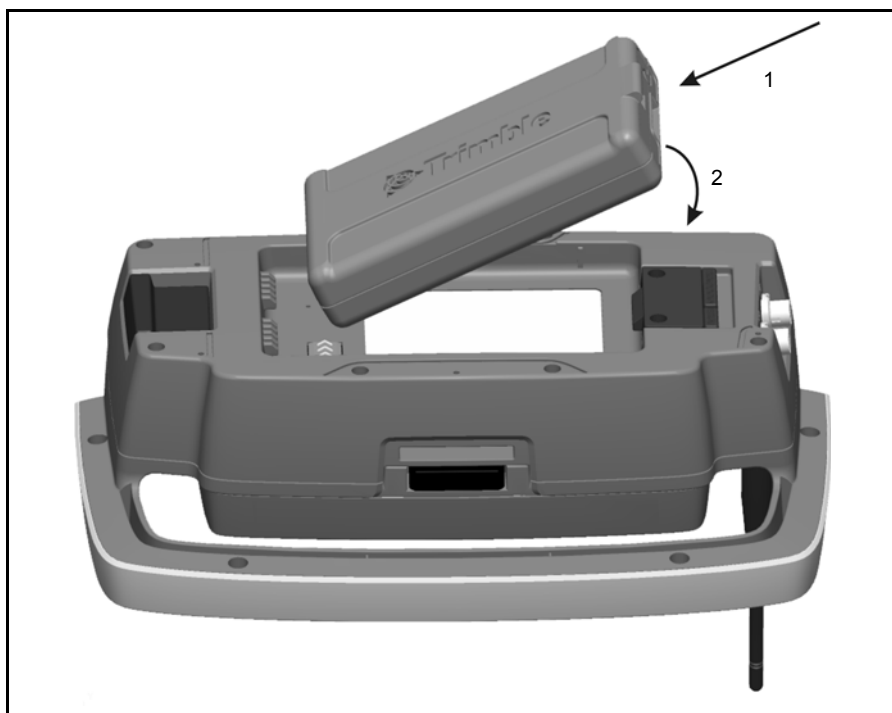

Рис. 7.70. Установка батареи в держатель Trimble Robotic
1. Установите батарею на крючки в держателе (1).
2. Задвигайте батарею на держатель, пока она не встанет на место (2). См. рис. 7.70